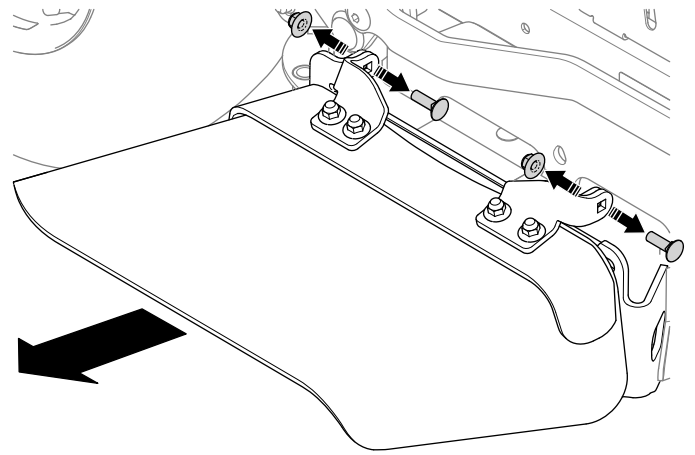

Figure 2
1. Déposez le déflecteur d'éjection latérale du plateau (Figure 2).